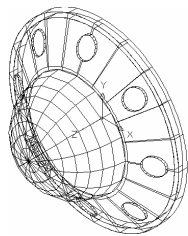

图 6-2-12 绘制上半球面
(21) 绘制上半球面。在命令行中输入 AI_DOME 命令并按回车键, 根据命令行的提示进行操作, 指定上半球面的中心点为 (0,0,3), 绘制半径为 5.7, 曲面的经线数和纬线数分别为 16 和 8 的上半球面, 结果如图 6-2-12 所示。